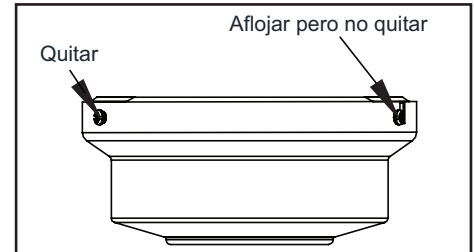

Figura 9
2. Retira la placa de montaje de la cubierta aflojando los cuatro tornillos de la parte superior de la misma. Quita los dos tornillos sin ranura y afloja los tornillos ranurados. Esto te permitirá retirar la placa de montaje. (Figura 9)